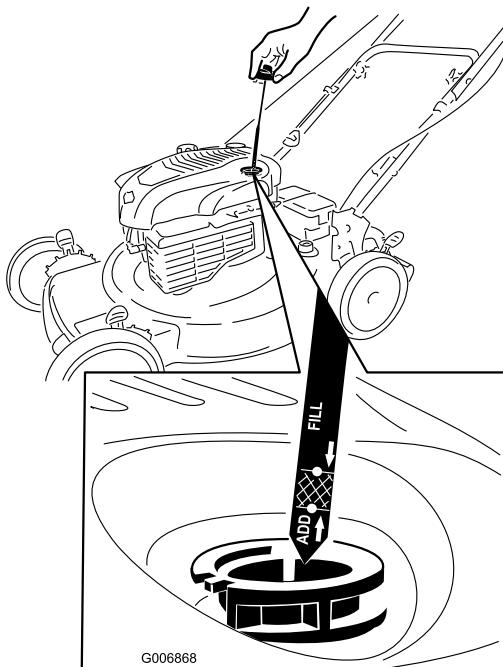

Рисунок 6
- Извлеките масломерный щуп (Рисунок 6).
- Медленно заливайте масло в маслозаливной патрубок до тех пор, пока уровень масла не достигнет отметки **Full (ЗАПОЛНЕНО)** на масломерном щупе (Рисунок 6). **Не допускайте**